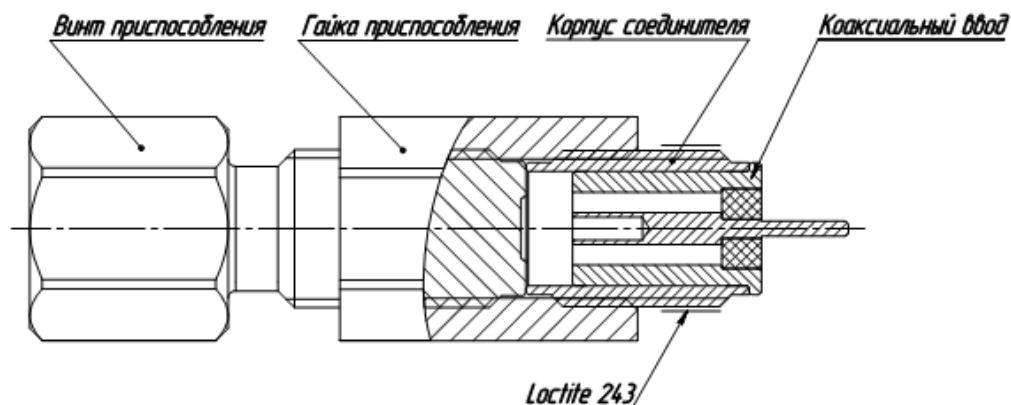

Рисунок 9. Установка коаксиального ввода в корпус соединителя
9. Нанесите на резьбу корпуса соединителя небольшое количество фиксатора резьбовых соединений Loctite 243, как показано на рис. 9.